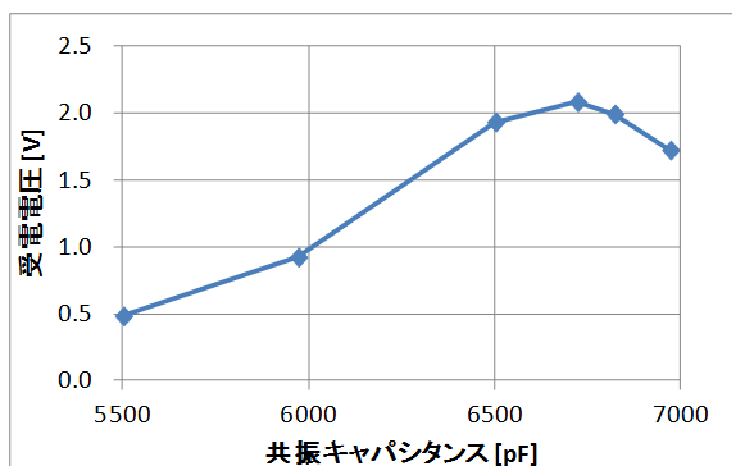

図 18. 受電デバイスの共振キャパシタンスに対する受電電圧の変化
- ⑤ 送電デバイスに+5V を印加して受電電圧を測定する。直流安定化電源は電流を 0.4A で制限すること。表 1 および図 18 のように、受電電圧が最大となるように受電デバイスの共振キャパシタンスを調整する。